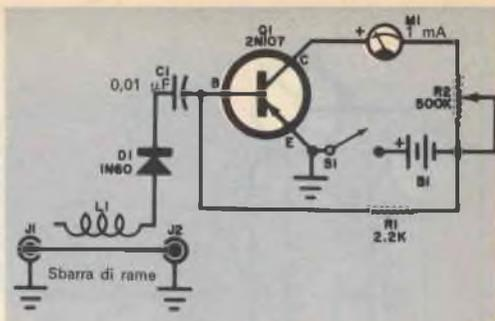

Fig. 2 - Questo indicatore di accordo è adatto per essere collegato in serie tra l'antenna ed un trasmettitore di bassa e media potenza.
**Circuiti a transistori** - Nella fig. 2 è rappresentato uno strumento indicatore di accordo per trasmettitori, adatto special-